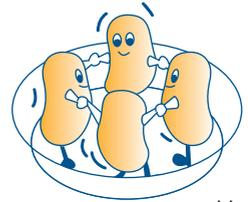

abb. 6
- 5) Werden viele Portionen derselben Speise zubereitet, zum Beispiel Salzkartoffeln, so legen Sie diese **ringförmig** in eine feuerfeste Schüssel, damit sie einheitlich gegart werden (Abb. 6).